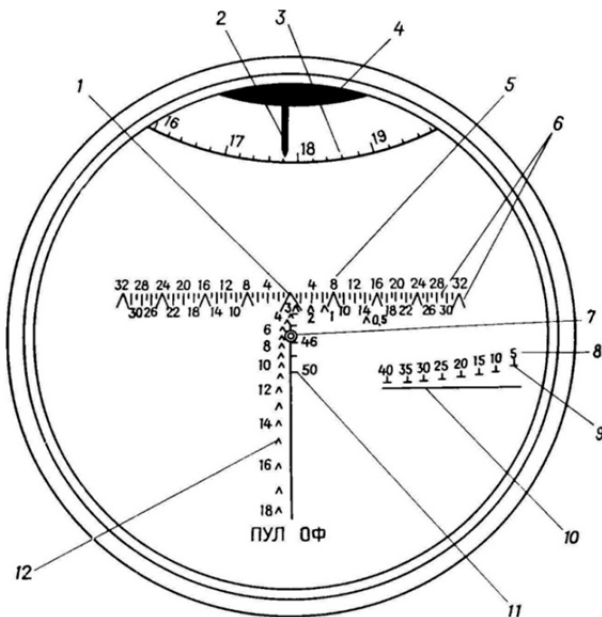

Рис. 2.9. Поле зрения прицела-дальномера:
- произвести 5–7 прогревных выстрелов из пулемета; с помощью подъемного механизма пушки и поворотного механизма башни совместить угольник шкалы ПУЛ прицела-дальномера I (рис. 2.9) с соответствующим знаком на пристрелочной мишени;
При загрузке в танк более двух ЗУБКИ, один из них необходимо уложить на место третьего выстрела $3с + 3з$ (см. рис. 2.9) для использования его метательного устройства при осечке.